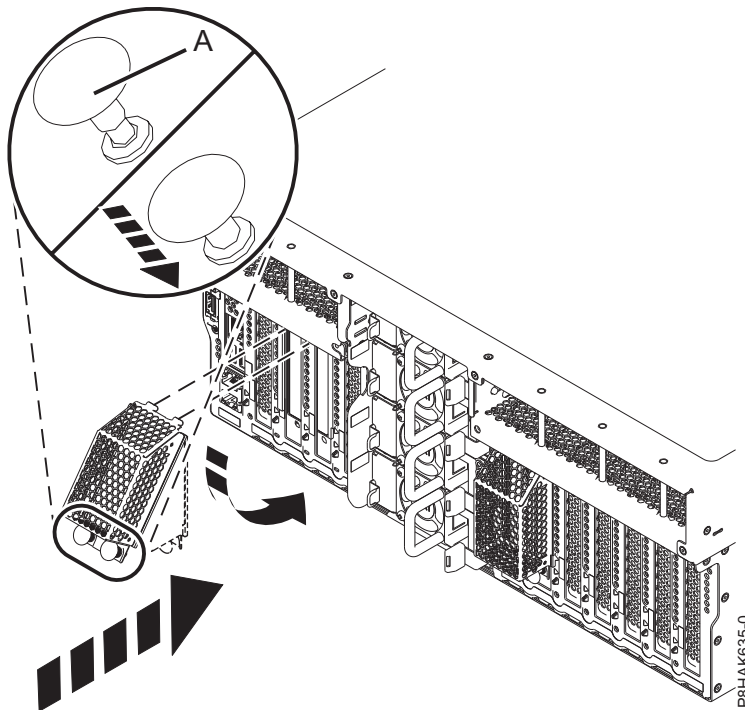

Abbildung 10. Schutzabdeckung am GPU-Adapter anbringen
- a. Wenn die Sperrtaste (A) sich noch nicht in der geöffneten Position befindet, ziehen Sie die Sperrtaste (A) in die geöffnete Position. Siehe Abb. 10.
- c. Drücken Sie die Sperrtaste (A) in die in Abb. 10 dargestellte Richtung, um die Abdeckung einrasten zu lassen.